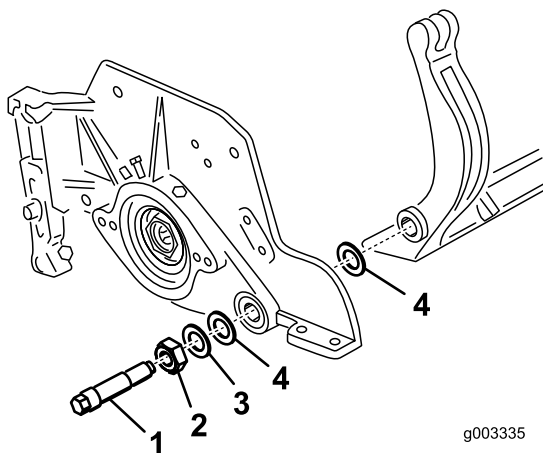

Bild 25
Bewahren Sie die beiden Nylonscheiben und die Stahlscheibe von den beiden Enden des Untermesserträgers auf (Bild 25).
3. Legen Sie eine Nylonscheibe auf jede Seite des Seitenplattenansatzes. Legen Sie eine Stahlscheibe außen auf jede Nylonscheibe (**Bild 25**).